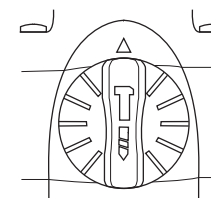

Abb. 8, Schlagbohrmodus
2. Stellen Sie den Funktionswahlschalter (4) auf das Hammersymbol , um das Elektrowerkzeug im Schlagbohrmodus zu benutzen (Abb. 8).